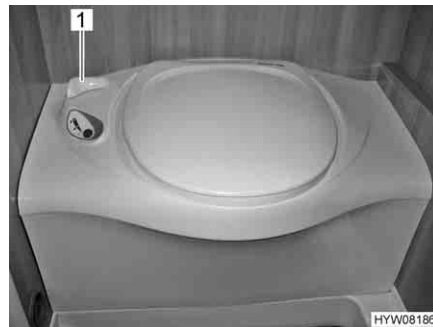

Fig. 190 Toilette Thetford
- Prima di tirare l'acqua, aprire il cursore della toilette Thetford. A tal fine ruotare la leva del cursore (Fig. 190,1) in senso antiorario.
- Dopo aver tirato l'acqua chiudere il cursore. Ruotare la leva del cursore (Fig. 190,1) in senso orario.